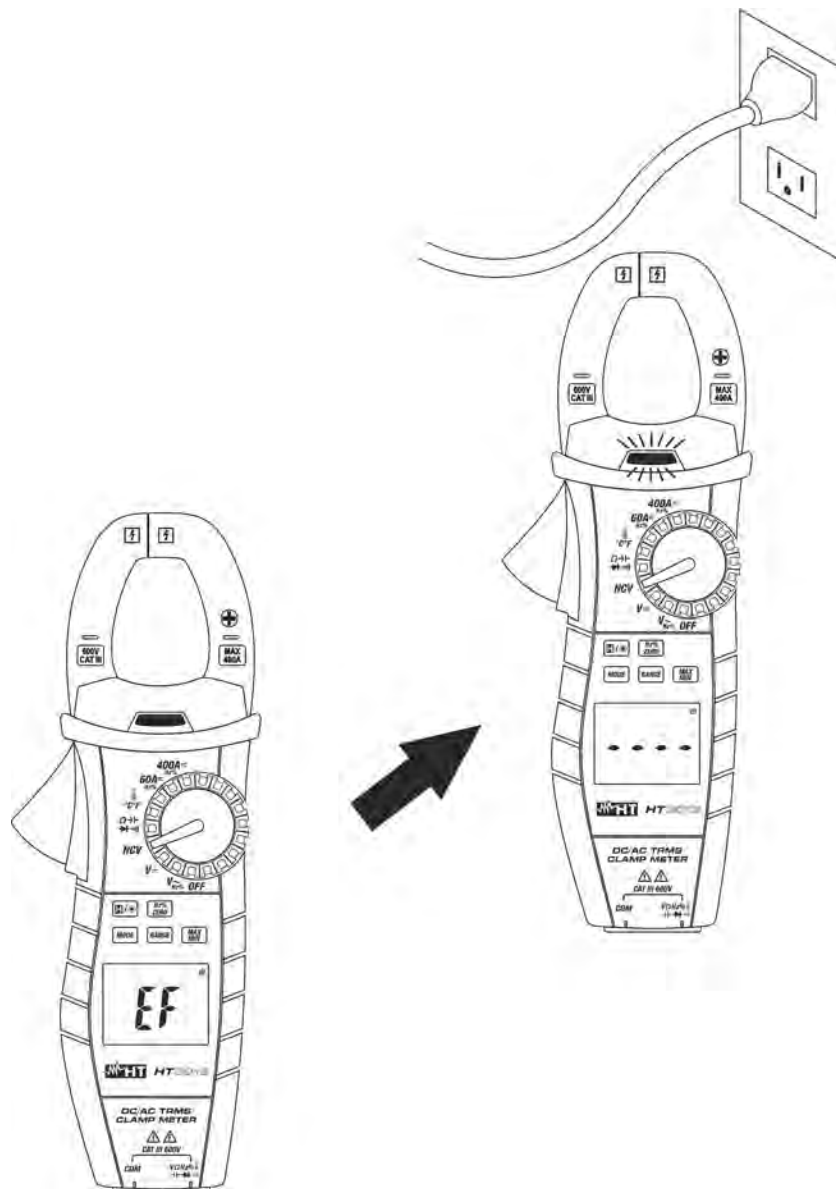

Fig. 4: Berührungslose Wechselspannungserkennung (NCV)
2. Führen Sie das Gerät zur Wechselstromquelle (siehe Abb. 4)